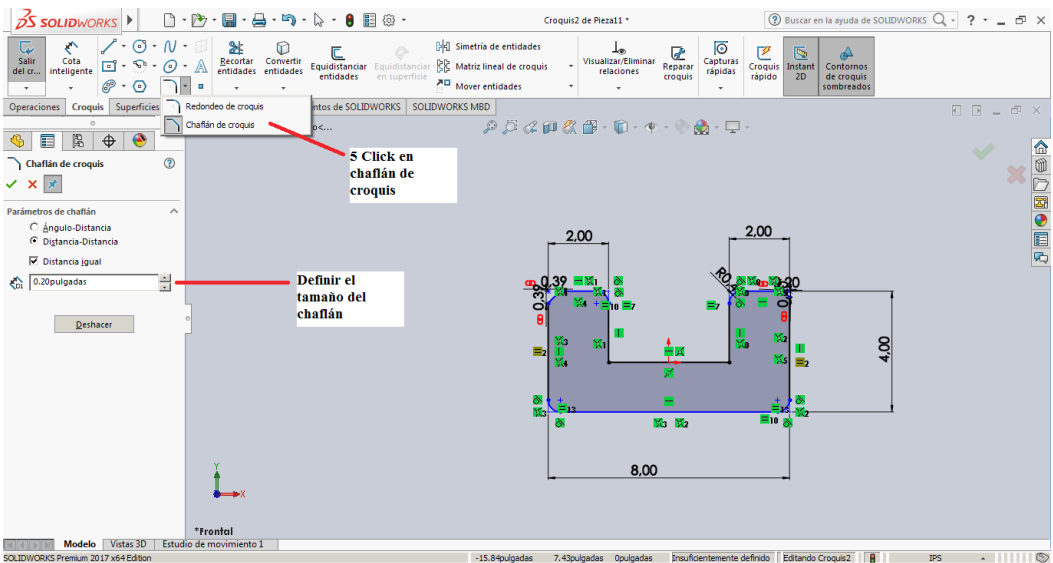

Figura 2-36
5. Posterior a los redondeos realizados al croquis se procede a utilizar la **herramienta Chaflán de Croquis**, con un valor de 0,2 Pulgadas como se muestra en la figura 2-36